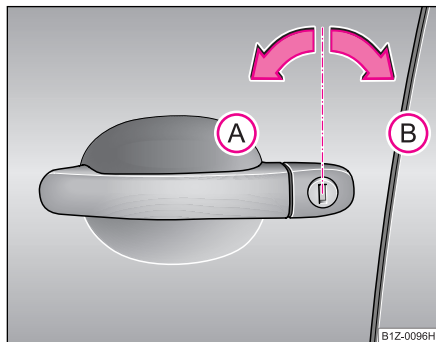

Fig. 27 Giros de llave para abrir y cerrar
- Gire hacia la izquierda la llave en la cerradura de la puerta del conductor a la posición de apertura (A) ⇒ fig. 27.
- Gire hacia la derecha la llave en la cerradura de la puerta del conductor a la posición de cierre (B) ⇒ fig. 27.